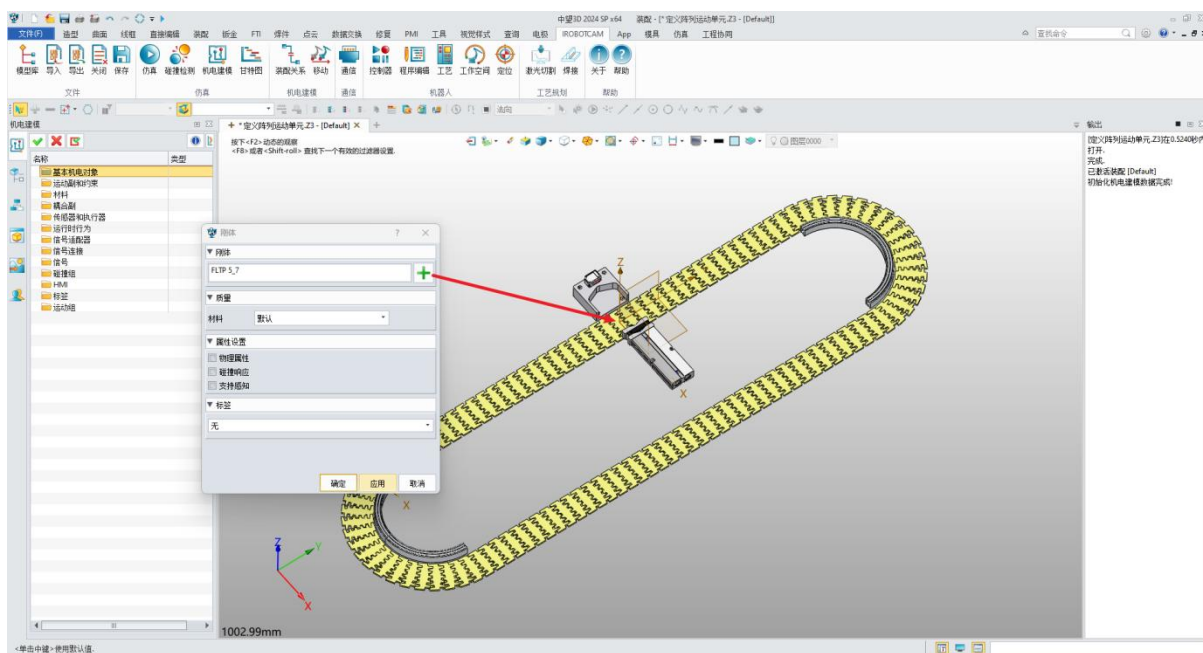

图 7-7: 刚体信息
- 单击“确定”为“FLTP5\_7”创建刚体。（图 7-7）